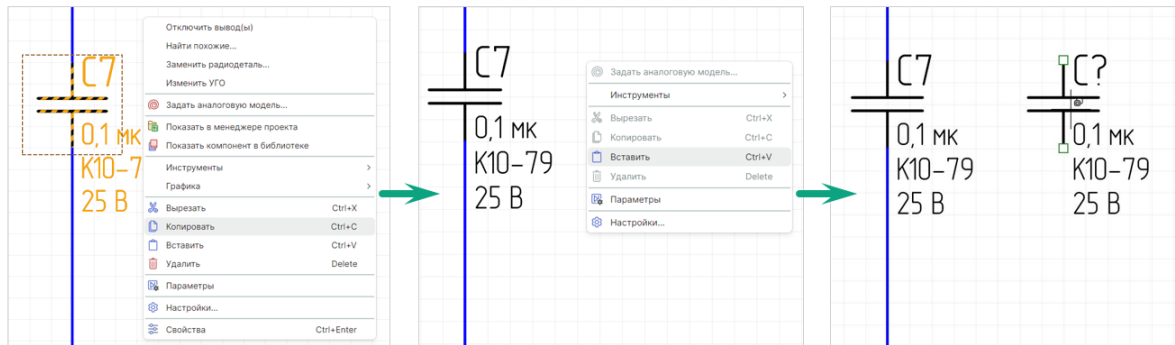

Рис. 230 Копирование и вставка объекта на схеме
- Перейдите на свободное место листа схемы и в контекстном меню выберите пункт «Вставить» или воспользуйтесь сочетанием клавиш «Ctrl+V», после чего скопированный объект будет размещен, см. Рис. 230.